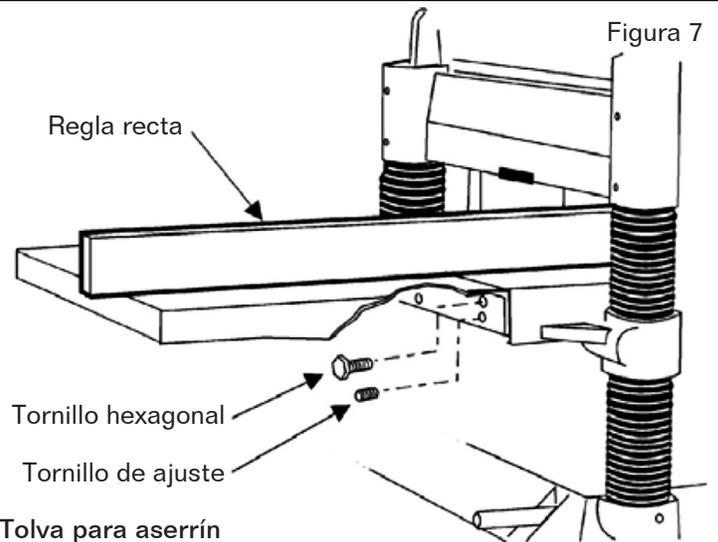

Figura 7
1. Monte una mesa de hierro fundido al borde de la mesa principal con tres tornillos de cabeza hexagonal M8 x 25 (Figura 7). No apriete completamente.